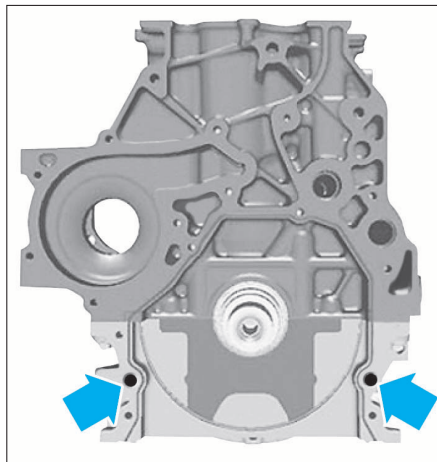

FIG. 29
- Placer les goupilles de centrage sur le bloc moteur (Fig.29).